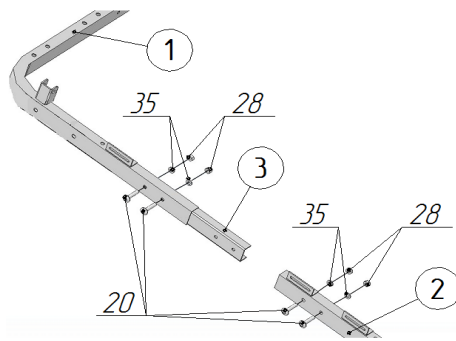

Рис.8.1 Слева
4. Соединить раму кровати заднюю поз. 1 с рамой кровати передней поз. 2 с помощью соединителя поз. 3, используя винты М6х30 поз.20, шайбы Ø6 поз.35 и гайки М6 со стопорным кольцом поз. 28 (рис.8.1 и 8.2).